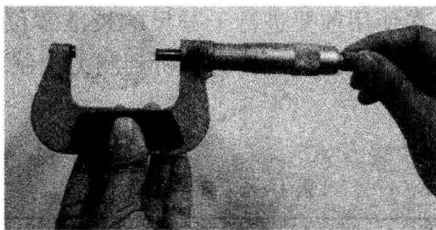

图1-12 千分尺握法
(1) 使用前, 要把被测表面擦干净, 然后对准“0”线检查, 检查时, 转动棘轮, 使两个测量面接合, 无间隙, 使基准线对准“0”位。
(2) 测量时, 可多测几点, 取平均值。
(3)用左手拿尺架的绝缘板(避免因手温影响测量误差),右手先转动微分筒接触工件后,再轻轻转动测力装置,当测力装置发生打滑的声音时,便可读数,如图1-12所示。